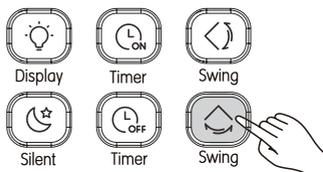

Рисунок 3.12
- При включенном блоке. Нажмите  (см. Рис. 3.12). Запускается функция качания в горизонтальном направлении, загорается индикатор , и на внутренний блок посылается сигнал;